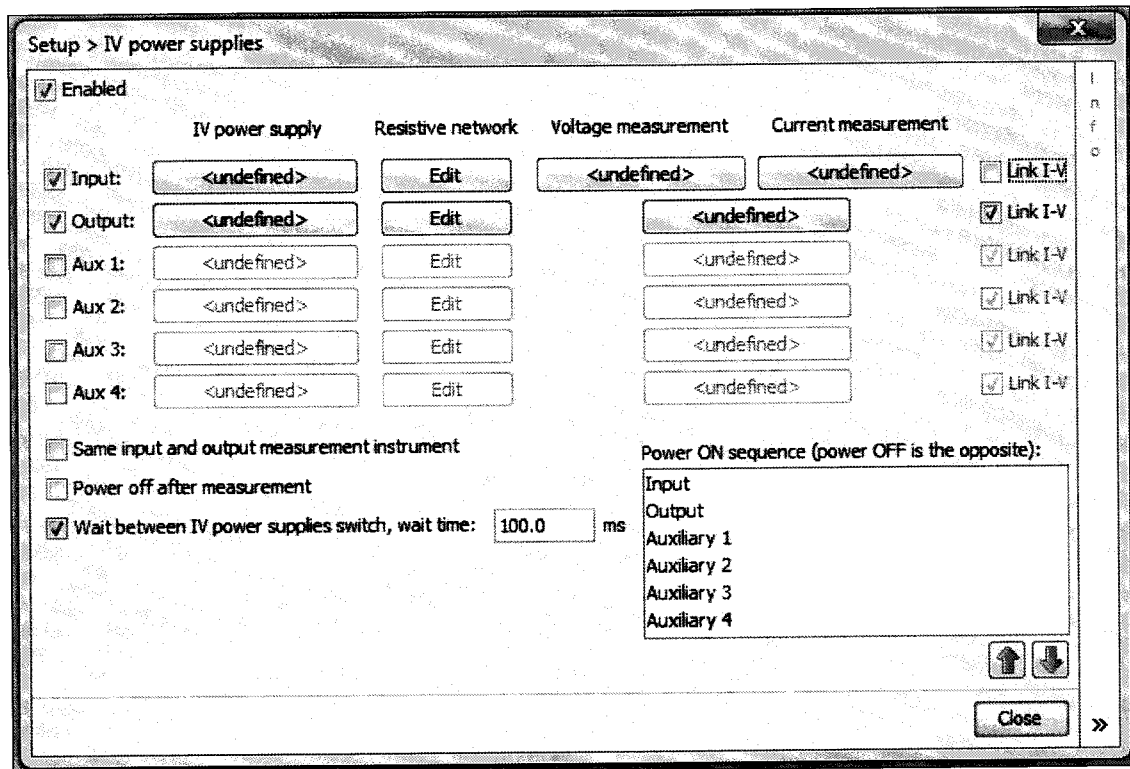

Рисунок 7.6.2 – Окно **Setup > Power supplies**, конфигурация для измерения напряжения и силы тока зондом стока
7.6.3.1 Нажать клавишу **Undefind** на пересечении **IV power supply / Input** (рисунок 7.6.2), при этом появится окно **Setup>Power supplies>Input generator**.
7.6.3.2 Нажать клавишу **Undefind** на пересечении **IV power supply / Output** (рисунок 7.6.2), при этом появится окно **Setup>Power supplies>Output generator**.
7.6.3.3 Нажать клавишу **Undefind** на пересечении **Input/Voltage measurement** (рисунок 7.6.2), при этом появится окно **Setup>IV power supplies>Input voltage measurement**.
7.6.3.4 Нажать клавишу **Undefind** на пересечении **Input / Current measurement** (рисунок 7.6.2), при этом появится окно **Setup>IV power supplies>Input current measurement**.
7.6.3.5 Нажать клавишу Undefined на пересечении Output: Voltage measurement/Current measurement (рисунок 7.6.2), при этом появится окно Setup>IV power supplies>Output measurement.